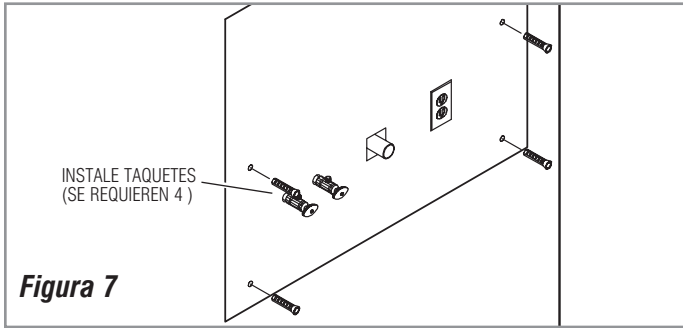

Figura 7
Paso 5 — Instale Herraje para Anclaje (Figura 7)